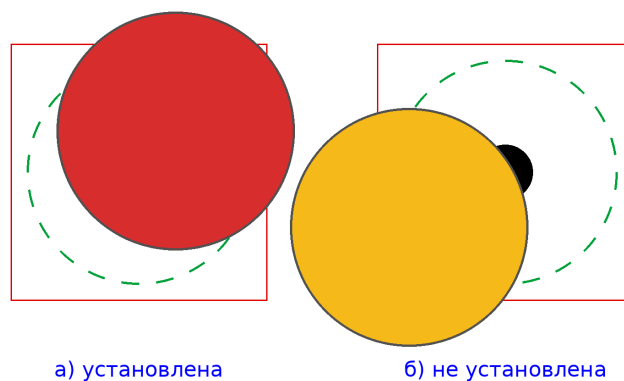

Рис. 5. а) шашка установлена — круг полностью перекрыт; б) не установлена — часть круга видна
- в клетке — если при взгляде сверху она полностью перекрывает черный круг $\varnothing 6$ мм, то есть ее центр — в пределах 10 мм от центра клетки (рис. 5);